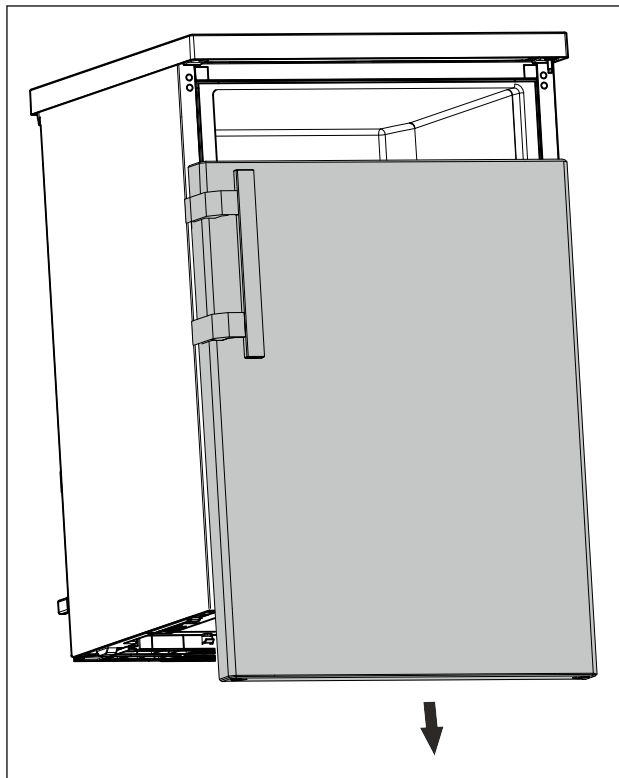

Fig. 9
- ▶ Skinite vrata prema dolje. (pogledajte Fig. 9)